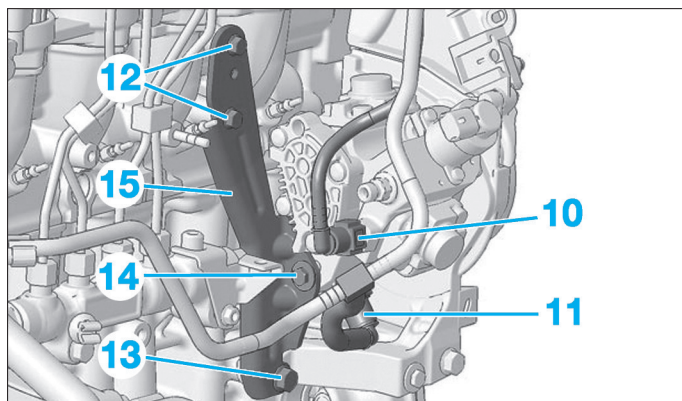

Fig. 35
- Désaccoupler et obturer les tubes (10) et (11) (Fig.35).
- les vis (12),
- la vis (13),
- la vis (14),
- le support (15).